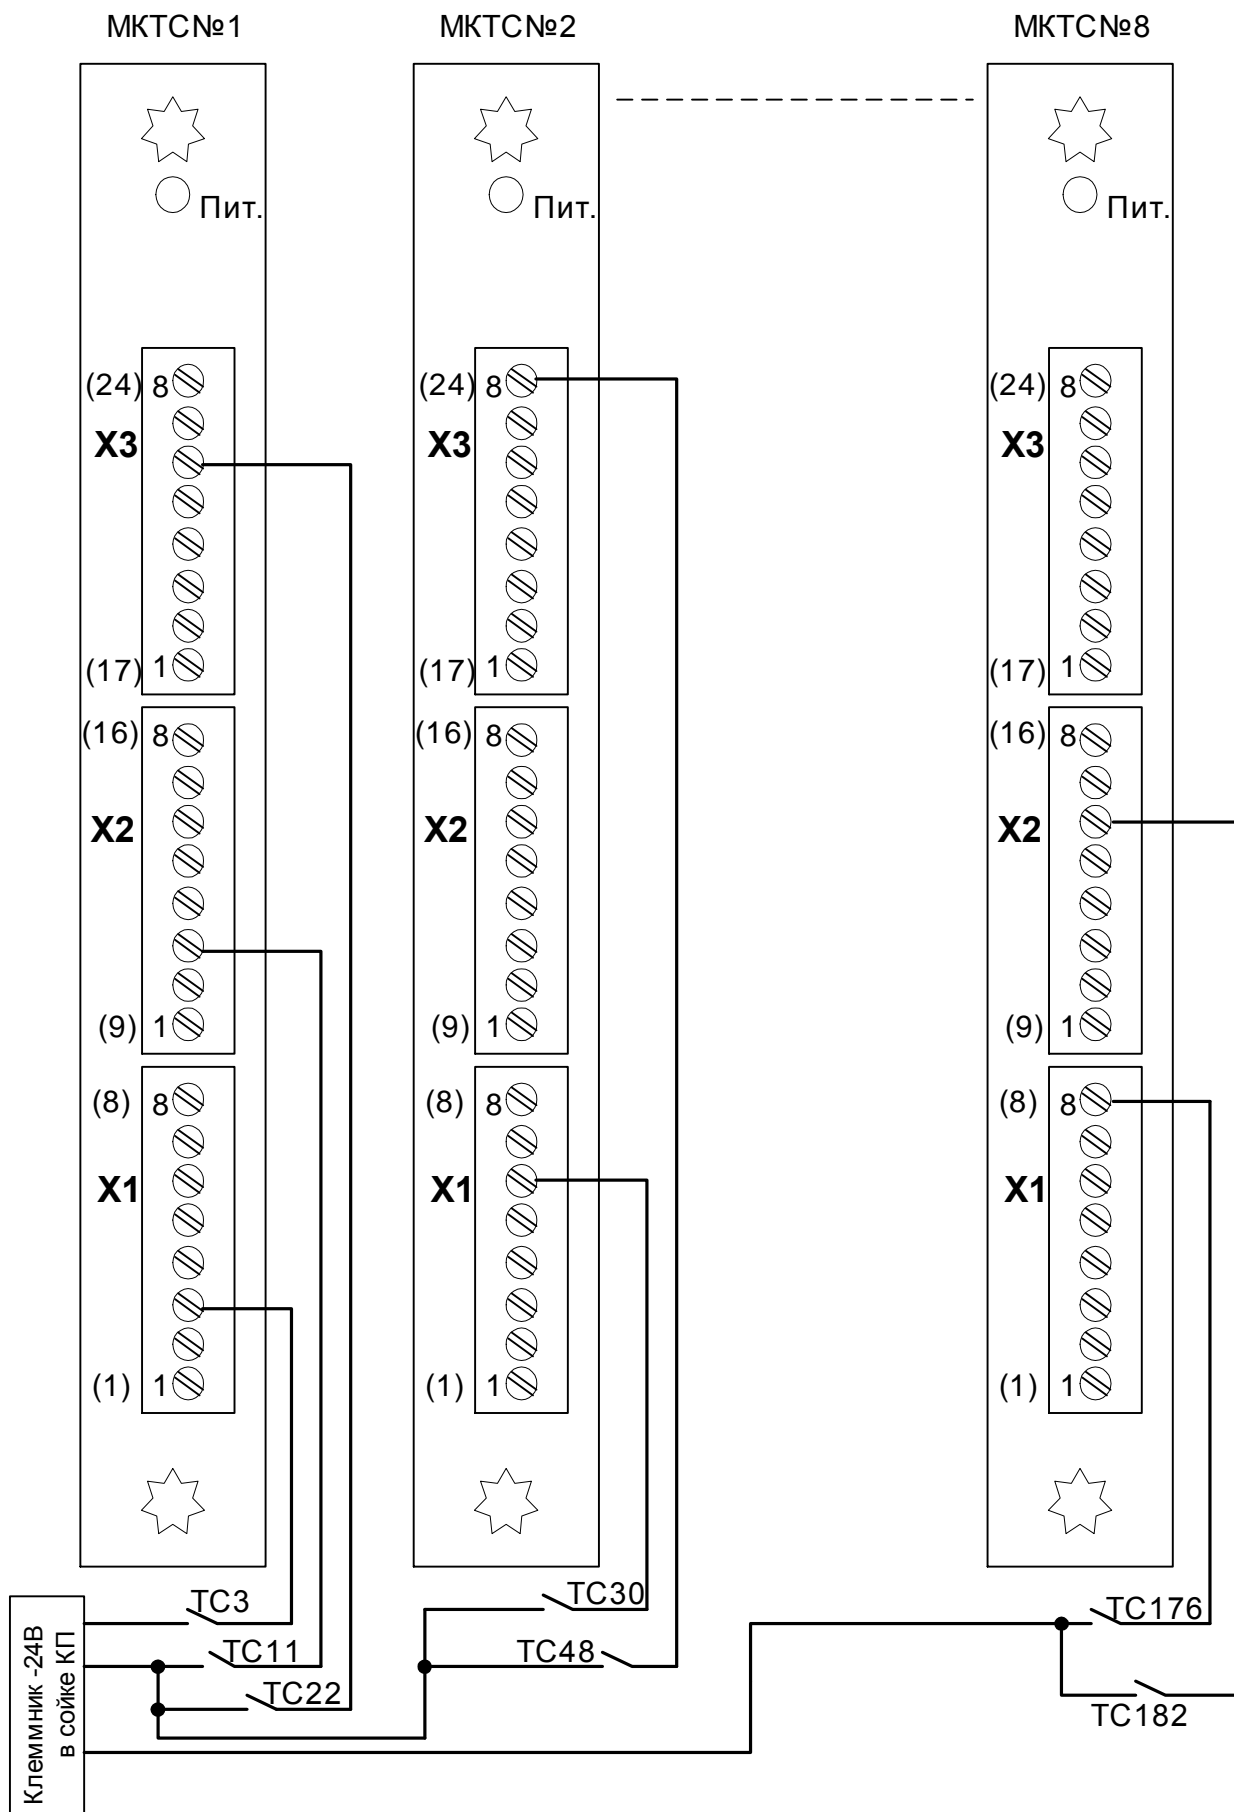

Рис.2.3 Примеры подключения контактов-датчиков ТС.
2.3.8 Пример подключения контактов-датчиков ТС приведен на рис. 2.3. Не допускается менять местами модули МКТС.